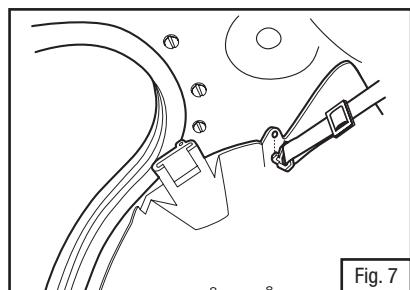

Fig. 7
2. Prenda os ganchos nas extremidades da tira de queixo pelos pequenos orifícios em cada lado da concha interior. Certifique-se de que a tira de queixo não esteja torcida (Fig. 7).